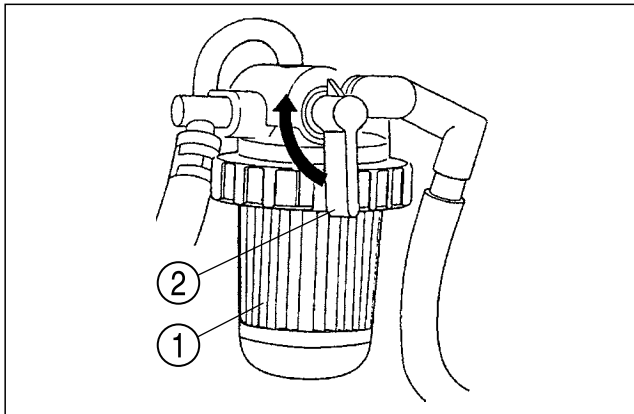

FIG. 5-27
FIG. 5-27 : Le filtre à carburant (1), se trouve sur le côté gauche du bâti de gauche et sert à débarrasser le carburant de ses impuretés avant qu'il atteigne la pompe d'injection. Le filtre à carburant incorpore une soupape (2), pour faciliter l'entretien du filtre et la purge de l'air du circuit de carburant.